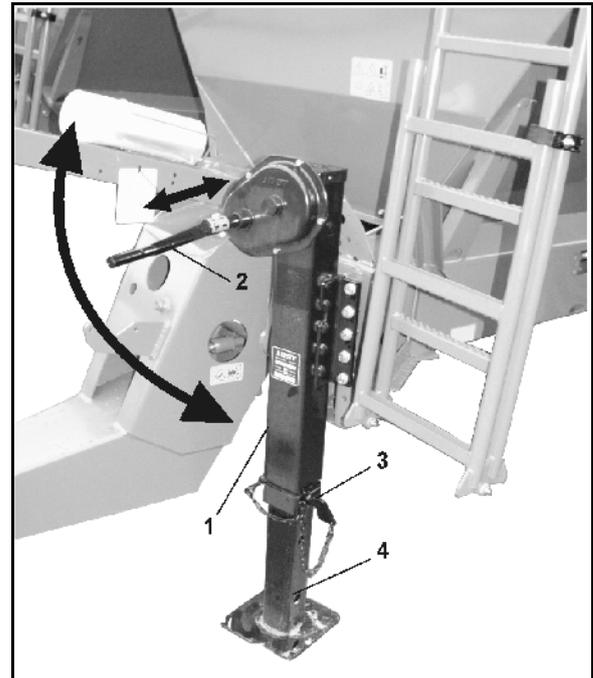

Fig. 40
1. Tourner la manivelle (Fig. 40/2) vers le haut jusqu'à arriver en butée pour relever la béquille (Fig. 40/1).
2. Retirer l'axe (Fig. 40/3) de la béquille.
4. Introduire et serrer l'axe dans l'alésage inférieur (Fig. 40/4).
1. Immobiliser la partie intérieure de la béquille et retirer l'axe (Fig. 40/3) de la béquille.
4. Tourner la manivelle (Fig. 40/2) vers le bas jusqu'à arriver en butée pour abaisser la béquille (Fig. 40/1) jusqu'à ce que la chape d'attelage soit libérée.